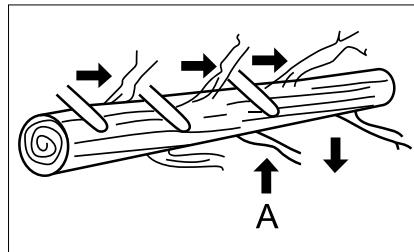

Рис. 18
Подрязването на клони се извършва от паднало дърво. Не отрязвайте клони, които поддържат ствала и не му позволяват да се пълзга (A), докато не отрежете ствала (рис. 18).